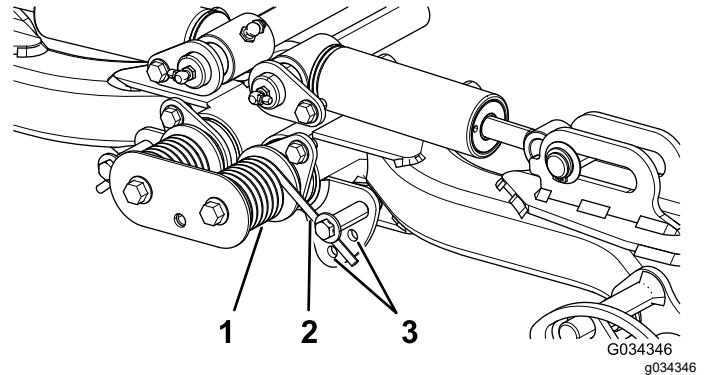

図 33
2. 調整作業の最中に、スプリングのテンションが掛からないようにするため、スプリングの長い方の端にパイプなどを通してスプリングの力を殺しておく 図 33。
3. スプリングのテンションをなくしたら、スプリングアクチュエータを固定しているボルトとロックナットを外す 図 33。